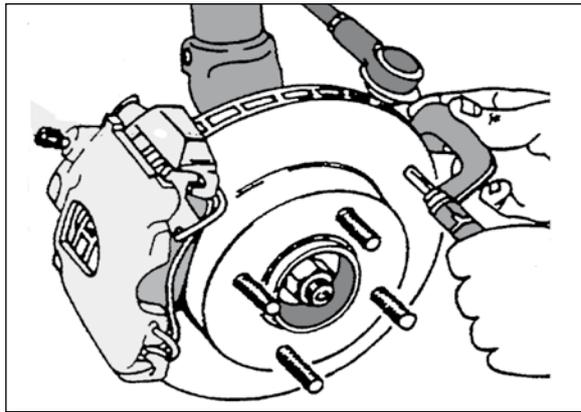

Bild 1
- Bild 1: Den Dickenunterschied der Scheibe messen Sie radial mit Hilfe der Mikrometerschraube an mindestens 8 Punkten über die gesamte Reibfläche verteilt. Die Dickentoleranz beträgt 0,01 mm und darf nicht überschritten werden.